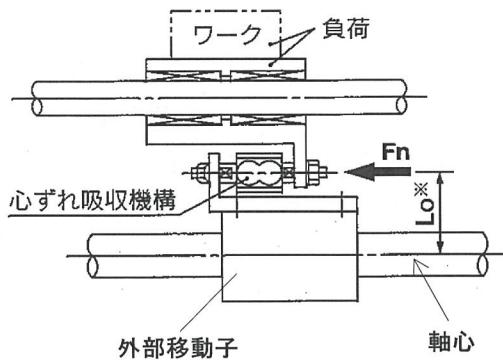

図11 駆動力とモーメント
シリンダはピストンの軸心で推力を取り出すことが理想ですが、通常は図11に示すようにシリンダの軸心から L_o (cm) 離れたところで F_n (N) の駆動力を取り出すことになります。